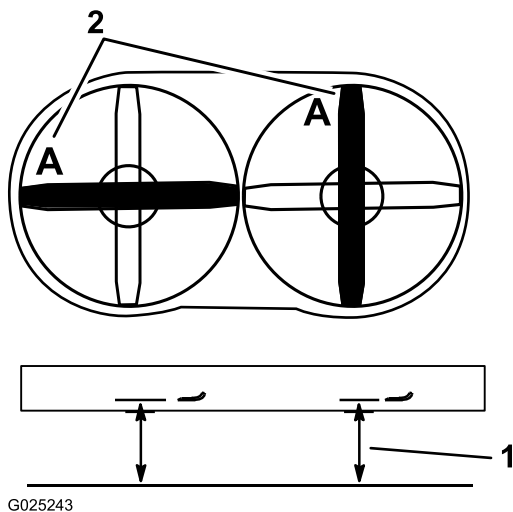

Figure 71
3. Faites tourner une lame comme montré à la Figure 71.
4. Mesurez la distance entre la surface plane et le tranchant à la position A de la lame (Figure 71). Notez cette valeur.